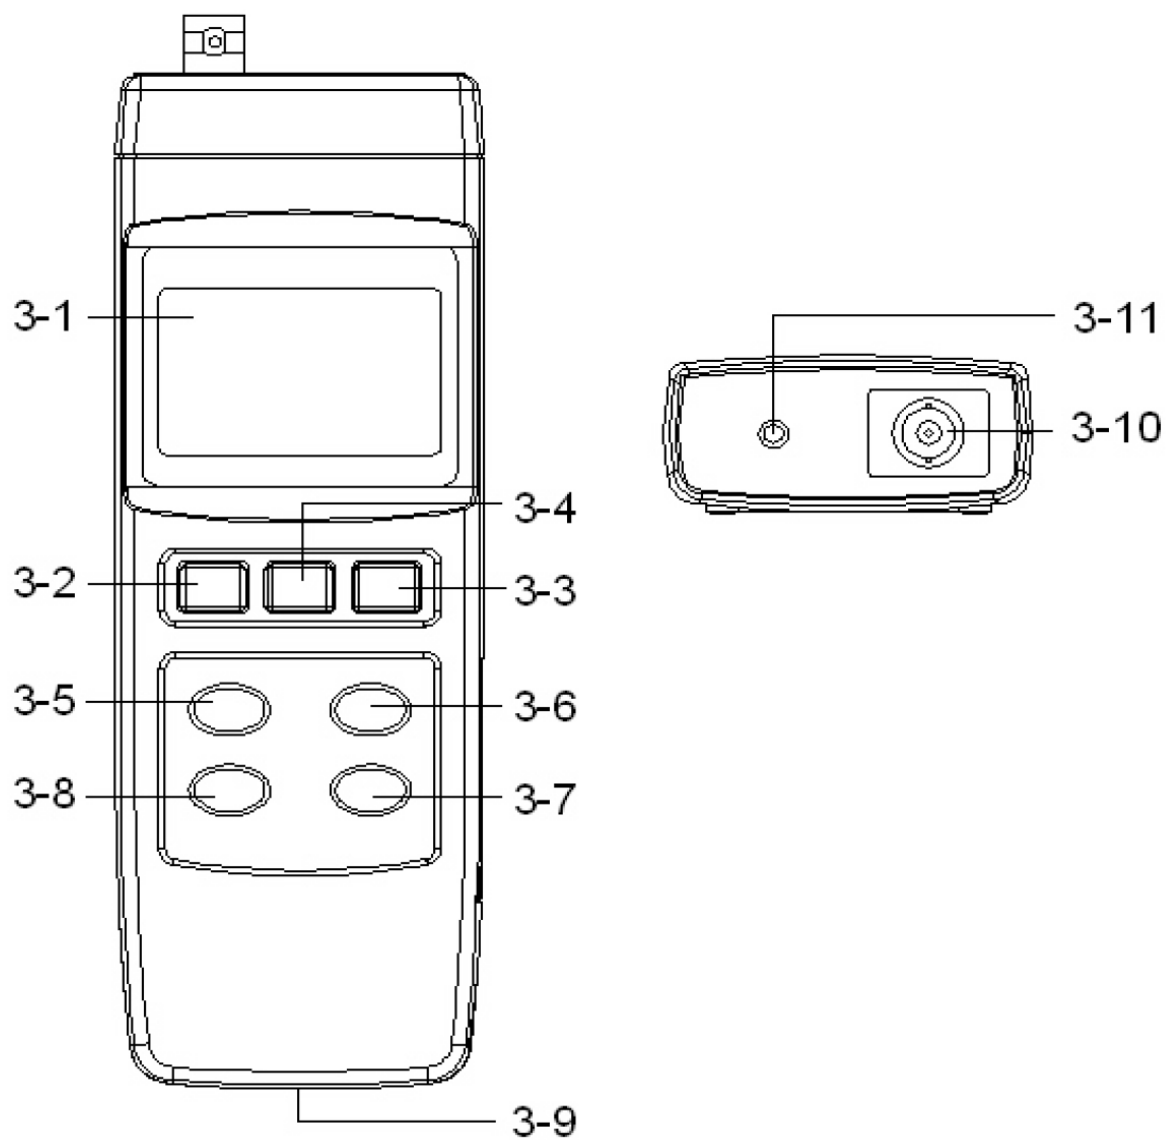

FIG.1
- 1) Encienda el instrumento presionando el "Botón Power"(3-2, Fig. 1).
- 2) Pulse el botón "PH / mV Botón" (3-6, Fig. 1) para que el medidor sea operado bajo la función PH con un símbolo "PH" en la pantalla.
Conecte el electrodo de pH con el "zócalo BNC" (3-10, Fig. 1) y sumerja el electrodo en la solución PH7.
Pulse el botón "CAL" (3-8, fig. 1), luego la superior pantalla muestra textos de "CAL" y la pantalla inferior muestra el valor de calibración por defecto.
Pulse el botón "CAL" (3-8, fig. 1), luego la pantalla superior muestra textos de "CAL" y la pantalla inferior muestra el valor de calibración por defecto.
- 1) Conecte el electrodo de pH a la "entrada BNC PH Socket "(3-10, Fig. 1)
- 2) Encienda el instrumento presionando el "Power Botón "(3-2, Fig. 1).
- 3) Pulse el botón "PH / mV Botón" (3-6, Fig. 1) para seleccionar la función PH con un Símbolo "PH" en la pantalla
Antes de proceder a la calibración de compensación manual de la temperatura, por favor asegúrese de que no hay sonda ATC (TP-07) en la "entrada de la Sonda Opcional" (3-11, Fig. 1).
- 1) Encienda el instrumento presionando el "Power Botón "(3-2, Fig. 1).
- 2) Pulse el botón "PH / mV" (3-6, Fig. 1) para seleccionar la función PH con un símbolo "PH" en la pantalla
- 3) "Botón C TEMP. " (3-7, Fig. 1) se utiliza para ajustar los valores siguientes:
- * **Pulse el botón "Botón TEMP. C" (3-7, Fig. 1) en primer lugar,**
@ Utilice el botón "Izquierda" (3-6, fig. 1), "Botón Subir" (3-5, Fig. 1) y el "botón de abajo" (3-8, Fig. 1) a ajustar el valor de compensación de Temperatura manual.
- * **Para ajustar la compensación de temperatura, Pulse el Botón "TEMP. C" (3-7, Fig. 1) una vez para ajustar el pH 4 valor de calibración por defecto.**
- @ Utilice la opción "Botón subir" (3-5, Fig. 1) y el "Botón Bajar" (3-8, fig. 1) Para ajustar el valor de calibración pH 4 por defecto.